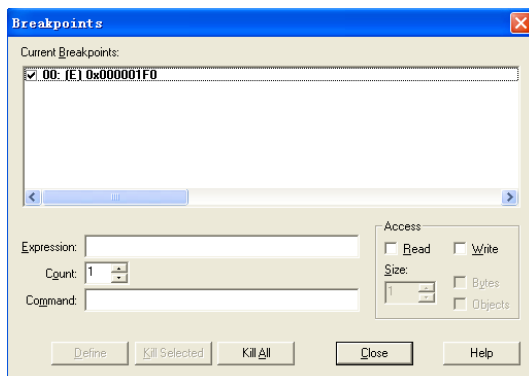

图 5-27 调试选项
(2) 复杂的断点, 可以通过选择 Debug→Breakpoints 命令, 会弹出如图 5-27 所示的对话框。